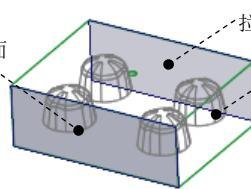

图 22.21 定义草绘平面
(1) 单击 **分型面** 功能选项卡 **形状** 区域中的 **拉伸** 按钮，此时系统弹出“拉伸”操控板。
(2) 定义草绘截面放置属性。右击，从弹出的菜单中选择 **定义内部草绘...** 命令；在系统 **选择一个平面或曲面以定义草绘平面** 的提示下，选择图 22.21 所示的表面为草绘平面，接受默认的箭头方向为草绘视图方向，然后选取图 22.21 所示的表面为参考平面，方向为 **右**，单击 **草绘** 按钮，系统至此进入截面草绘环境。
(4) 设置深度选项。
① 在操控板中选取深度类型到选定的。
② 将模型调整到图 22.21 所示的视图方向, 然后选取图 22.21 所示的表面为拉伸终止面。
③ 在“拉伸”操控板中单击✓按钮, 完成特征的创建。